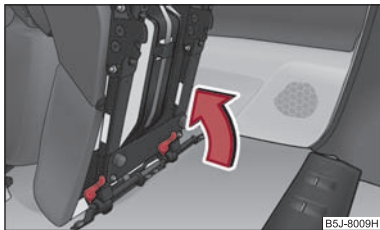

Abb. 54 Verriegelung des Sitzes
- Verriegeln Sie den Sitz am Ende der Führung ⇒ Abb. 54. ■
- Ist der Sitz ausgebaut, setzen Sie ihn zuerst auf die Führung und verriegeln Sie den Sitz ⇒ Abb. 54. Überzeugen Sie sich durch Hochziehen, ob der Sitz richtig verriegelt ist.